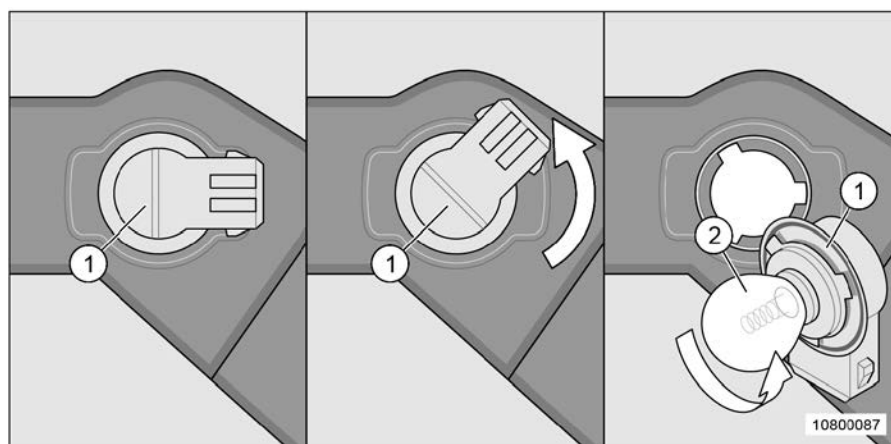

Fig. 172 Remplacement de l'ampoule du clignotant
Si, en remplaçant l'ampoule au niveau de l'éclairage avant (Fig. 172), on travaille avec un outil non approprié ou si le câble est trop sollicité, il y a risque de détérioration.
1. Tourner le culot (Fig. 172/1) dans le sens anti-horaire jusqu'en butée.
2. Retirer prudemment le culot (Fig. 172/1) en veillant à le tenir bien droit.
3. Pousser l'ampoule défectueuse (Fig. 172/2) dans le culot, la tourner dans le sens anti-horaire (fermeture à baïonnette) et la retirer.
4. Insérer la nouvelle ampoule (Fig. 172/2) dans le culot, l'enfoncer et la tourner dans le sens horaire.